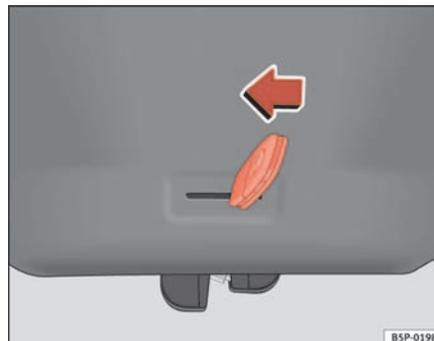

Abb. 69 Heckklappe:
- Stecken Sie den Schlüsselbart in den Schlitz und entriegeln die das Verriegelungssystem, indem Sie den Schlüssel von rechts nach links in Richtung Pfeil ziehen ⇒ Abb. 69. ■